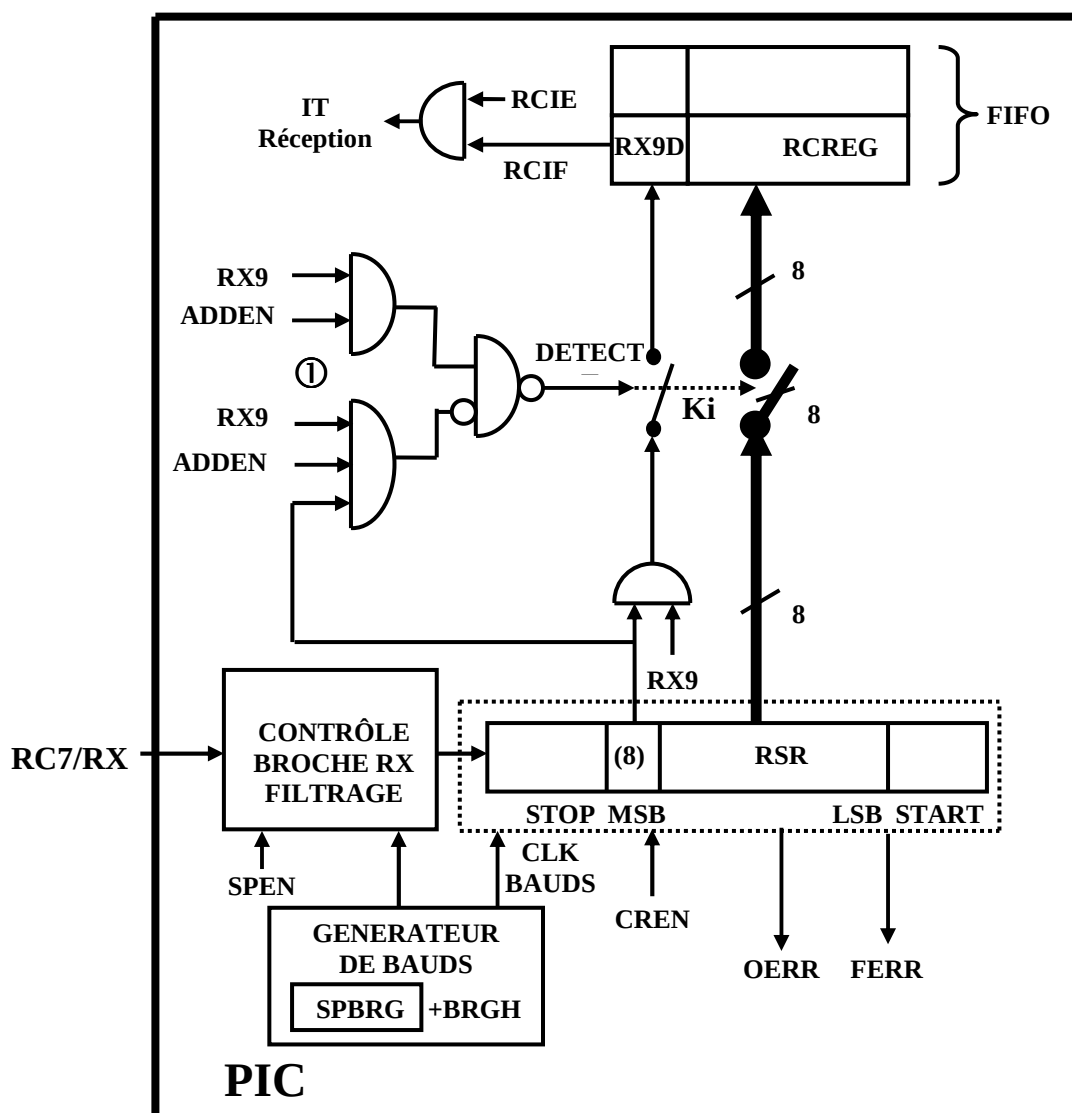

Figure VIII.137.
Au niveau de chaque récepteur, la partie permettant la détection d'adresse correspond à la logique repérée en ① sur le synoptique récepteur de la figure VIII.137. ci-dessous.